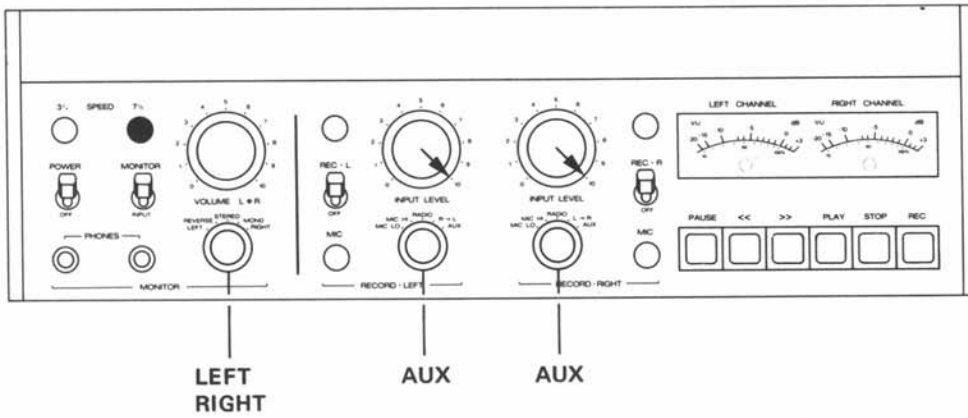

Fig. 6.5.-1
- Bedienungselemente nach Fig. 6.5.-1 einstellen.
- NF-Generator an Anschluss (48) AUX INPUT parallel anschliessen.